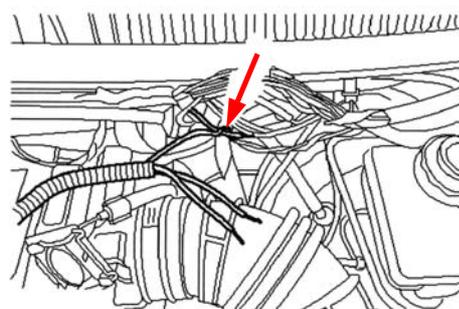

Figure 4
- Raccorder les extrémités de câbles du nouveau connecteur aux autres câbles (voir figure 4) à l'aide de manchons de soudage CWT (référence Hella 8KW 744 888-003).